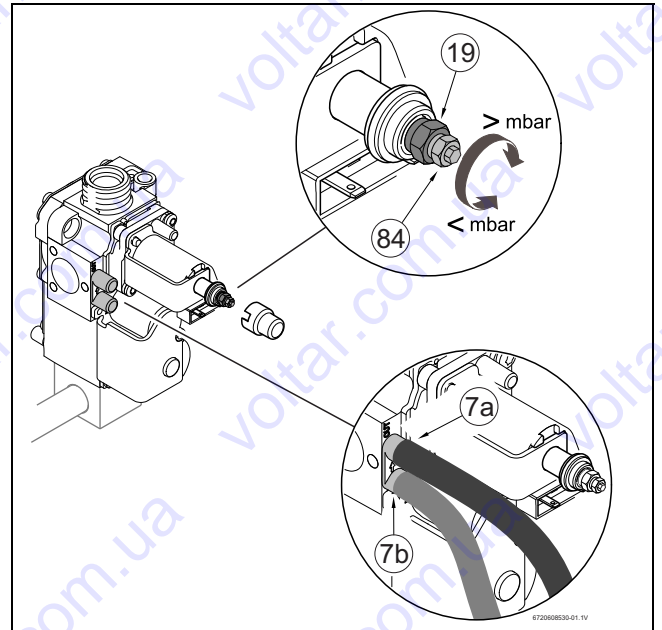

Рис. 27 Газовая арматура
- ▶ Снять опломбированный колпачок винта для установки газа (19) (Рис. 27).
- ▶ Для котлов, использующих природный газ: установочным винтом (19) установить максимальный расход газа (Таб. 12).